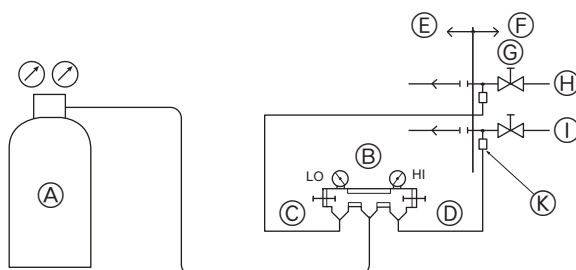

Fig. 5-11
① Test auf Luftdichtigkeit (Fig. 5-11)